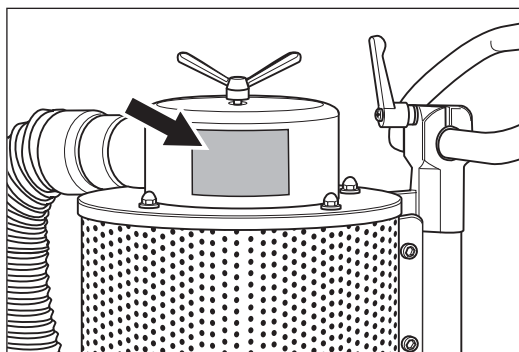

Abb. 46 Den Warnhinweis am Staubabscheider-Oberteil beachten!
- Beachten Sie den Warnhinweis am Oberteil des Staubabscheiders (Abb. 46)!